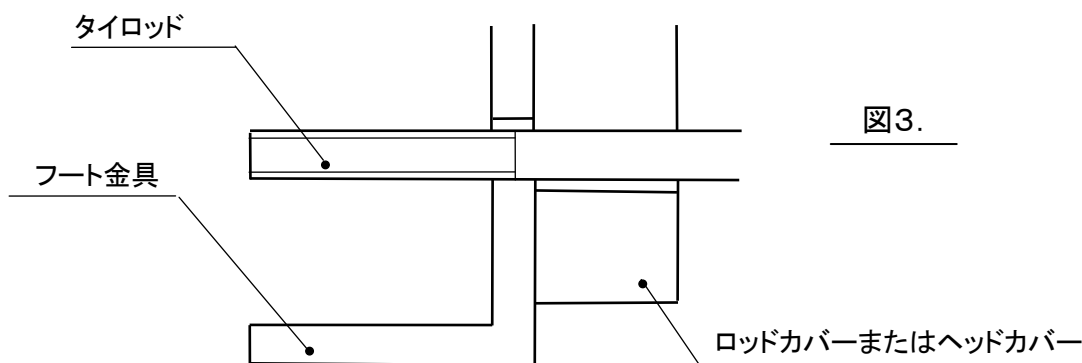

図3.
8. フート金具の場合、フート金具下面からピストンロッド中心の距離が最小になるよう取り付けてください。(図3. 参照)